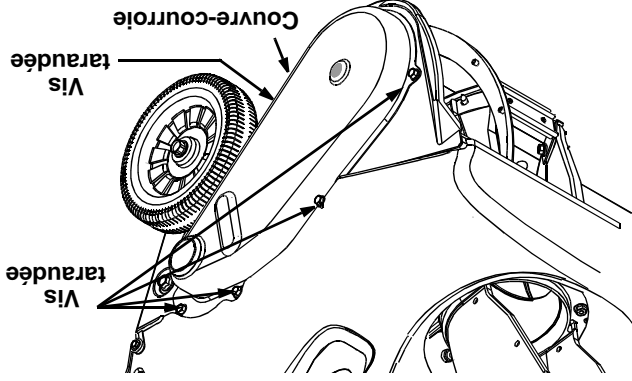

Figure 8
- Démontez le couvre-courroie par enlèvement les cinq vis taraudées qui la maintiennent en place. Voir la Figure 8.